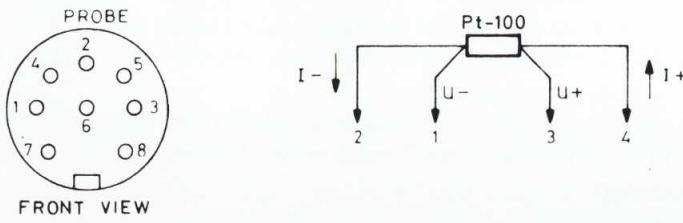

Abb. 16. Anschlussdaten des Eingangs-PROBE ( $^{\circ}\text{C}$ ).
- Für den Anschluss eines Pt-100-Elements siehe Abb. 16.